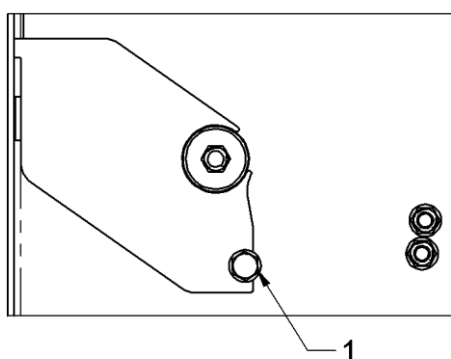

Bild.8. Skyddsplatta, låst läge, bortplockning av bult.
Dra tillbaka knivarna genom att lyfta upp knivhållaren. Gå in i balkammaren och spärra knivutrustningen i det upphöjda läget genom att sticka in låsbultar genom de två hålen med 19mm ( $\frac{3}{4}$ " diameter i ramen. Ta bort M12 skruven (1) från skyddsplåten som sitter på vänster sida på den mittersta chassiväggen som visas i Bild 8.